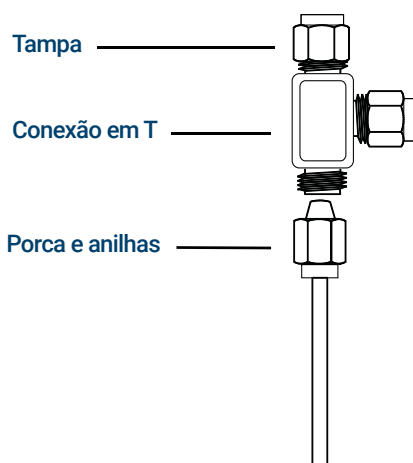

Figura 29. T Swagelok
- 1 Corte a tubulação onde quiser instalar o T. Conecte a tubulação e o T com uma conexão Swagelok. Consulte Figura 29.